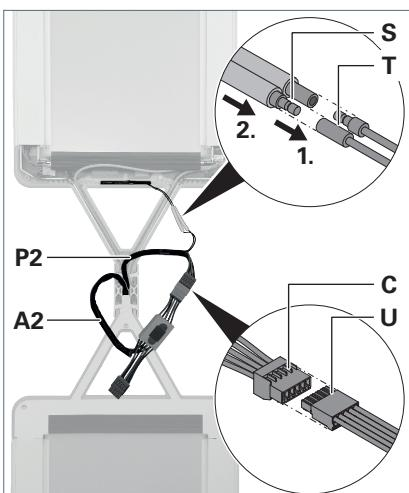

Fig. 15: Versorgungsleitungen verbinden, Antenne anschließen.
- ▶ Verbinden Sie Versorgungsleitung **P2** aus dem Standrohr mit der Versorgungsleitung **A2** des Lizensatzes, indem Sie die Buchsenleiste **U** in die Stiftleiste **C** stecken, siehe Fig. 15.